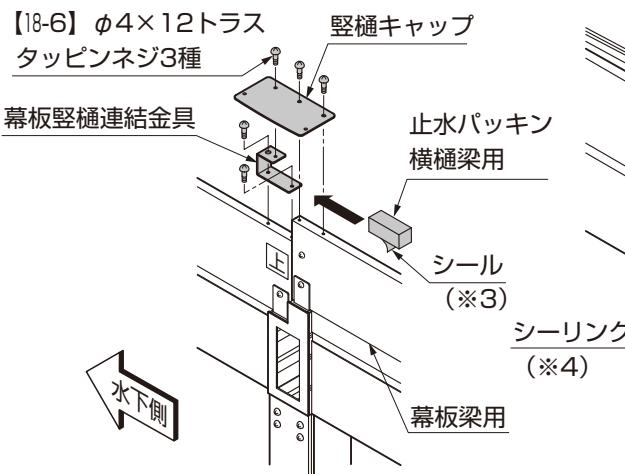

図18-15 竪樋キャップの取付け
- ⑤水下側の幕板梁用に幕板縦樋連結金具を【18-6】で取付けてください。(図18-15参照)
- ⑥幕板縦樋連結金具に止水パッキン横樋梁用の下面シールをはがして貼付けてください。
- ⑦縦樋キャップを【18-6】で取付けてください。(図18-15参照)
- ⑧主柱・中間主柱と縦樋を【18-5】で取付けてください。